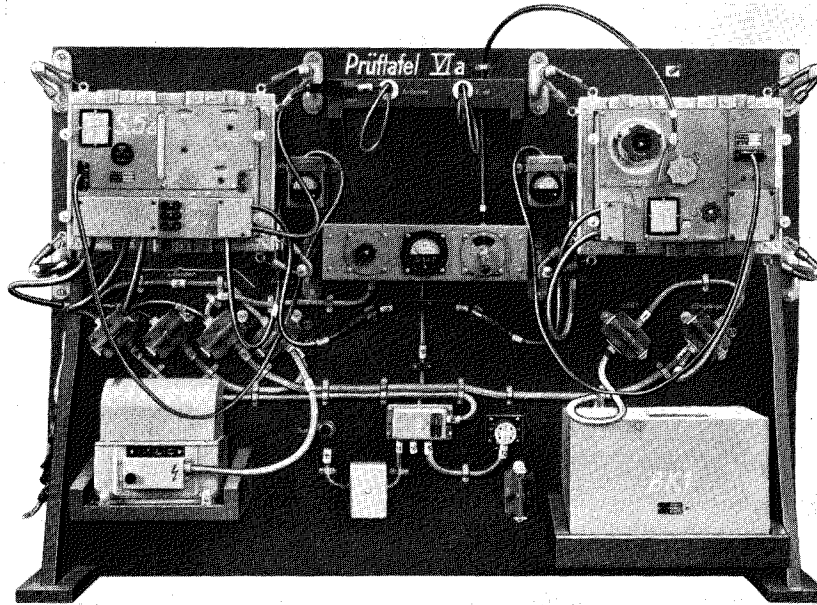

Abb. 22 Prüftafel PT. VIa.
2. Einbauteile (vergl. Abb. 22).